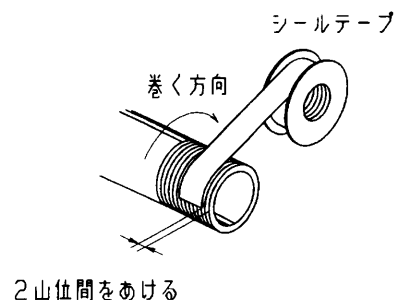

図7 シールテープの巻方
- 配管や継手類をねじ込む場合には、配管ねじの切粉やシール材が配管内部へ入り込まないようにしてください。なお、シールテープを使用される時は、図7に示すようにねじ部を1.5～2山残して巻いて下さい。